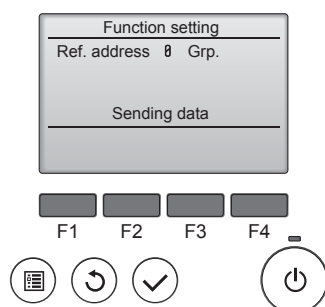

Fig. 6-15
- ⑤ (Fig. 6-15)
- ① Gå til funktionsvalgstilstanden